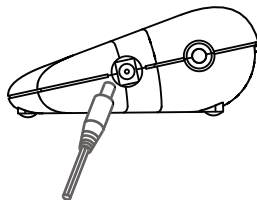

Abbildung 1. Anschließen des Adaptersteckers am Indikator.
- Schließen Sie den runden Stecker des Netzadapters an der Stromeingangsbuchse auf der Seite des Indikatorgehäuses an. Siehe Abbildung 1.